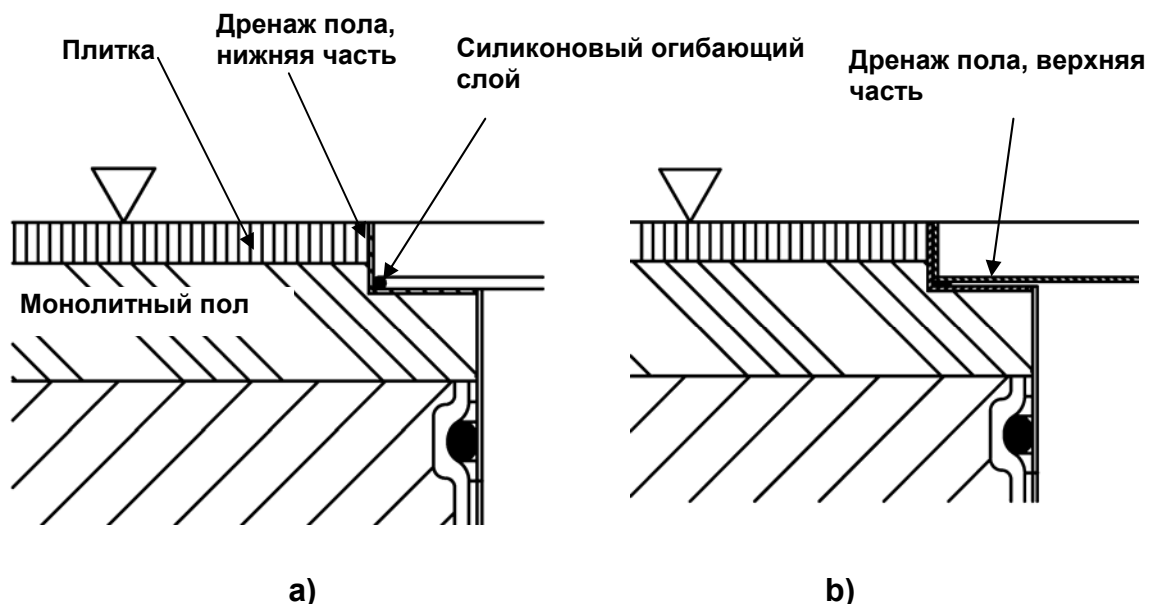

Рис. 8 Уплотнение дренажа пола (защита от распространения запаха)
- Установить верхнюю часть дренажа пола (рис. 8)
- При прокладывании кабеля из резервуара с использованием соединительного патрубка Ø50 штекер отрезается (рис. 8), кабель протягивается с помощью проволоки через подготовленный заказчиком кабельный трубопровод к прибору управления/розетке и выполняется подключение к электросети. Переход должен быть герметичен, чтобы исключить распространение запаха.